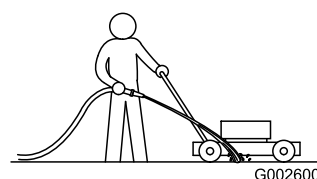

Figure 49
- Mettez le moteur en marche lorsque la tondeuse se trouve sur une surface revêtue plane et dirigez un jet d'eau devant la roue arrière **droite** (Figure 49).